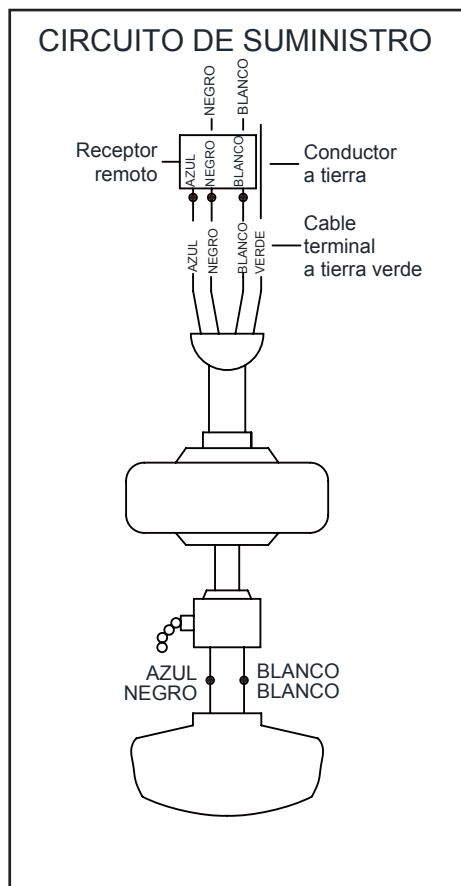

Figura 11
Sigue estos pasos para conectar tu ventilador al circuito de tu hogar. Usa las tuercas de conexión de cable incluidas con el ventilador y el control remoto. Asegura los conectores con cinta aislante. Asegúrate de que no haya conexiones ni cables sueltos. (Figura 11)
1. Conecta el conductor a tierra del cable de 120 voltios (puede ser un cable desnudo o un cable con aislante verde) al (los) cable(s) terminal(es) a tierra verde(s) del ventilador (Figura 11).
2. Conecta el cable blanco del motor del ventilador al cable blanco del receptor usando una tuerca de cable (Figura 11).
3. Conecta el cable negro del motor del ventilador al cable negro del receptor usando una tuerca de cable (Figura 11).
4. Conecta el cable azul del motor del ventilador al cable azul del receptor usando una tuerca de cable (Figura 11).
5. Conecta el cable negro del receptor al cable negro de suministro de energía (positivo) usando una tuerca de cable (Figura 11).
6. Conecta el cable blanco del receptor al cable blanco de suministro de corriente (neutro) usando una tuerca de cable (Figura 11).